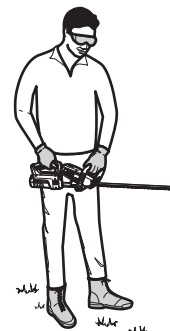

Fig. 9
- Placez-vous en position d'utilisation (Fig. 9). Tenez-vous bien droit. Ne vous penchez pas.